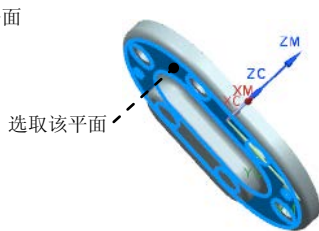

图 19.23 指定底面
Step3. 指定底面。单击“钻”对话框中 **指定底面** 右侧的  按钮，系统弹出“底面”对话框；在“底面”对话框中的 **底面选项** 下拉列表中选择 **面** 选项，选取图 19.23 所示的面；单击“底面”对话框中的 **确定** 按钮，返回“钻”对话框。